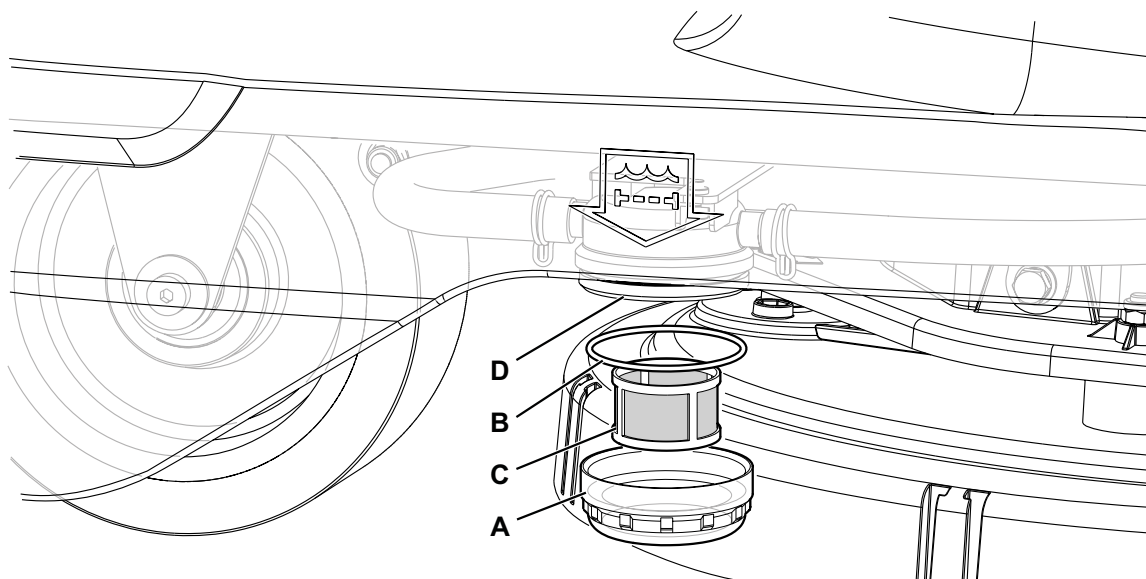

Рис. 13
2. Убедитесь, что машина отключена и ключ пользователя (52) извлечен.
3. Перекройте клапан бака с моющим средством (9). Клапан закрыт, когда находится в положении (9-B), и открыт, когда находится в положении (9-A).
4. Снимите прозрачную крышку (А, Рис. 13), удалите прокладку (В), а затем снимите сетку фильтра (С). Промойте их чистой водой, а затем осторожно установите на основание фильтра (D).